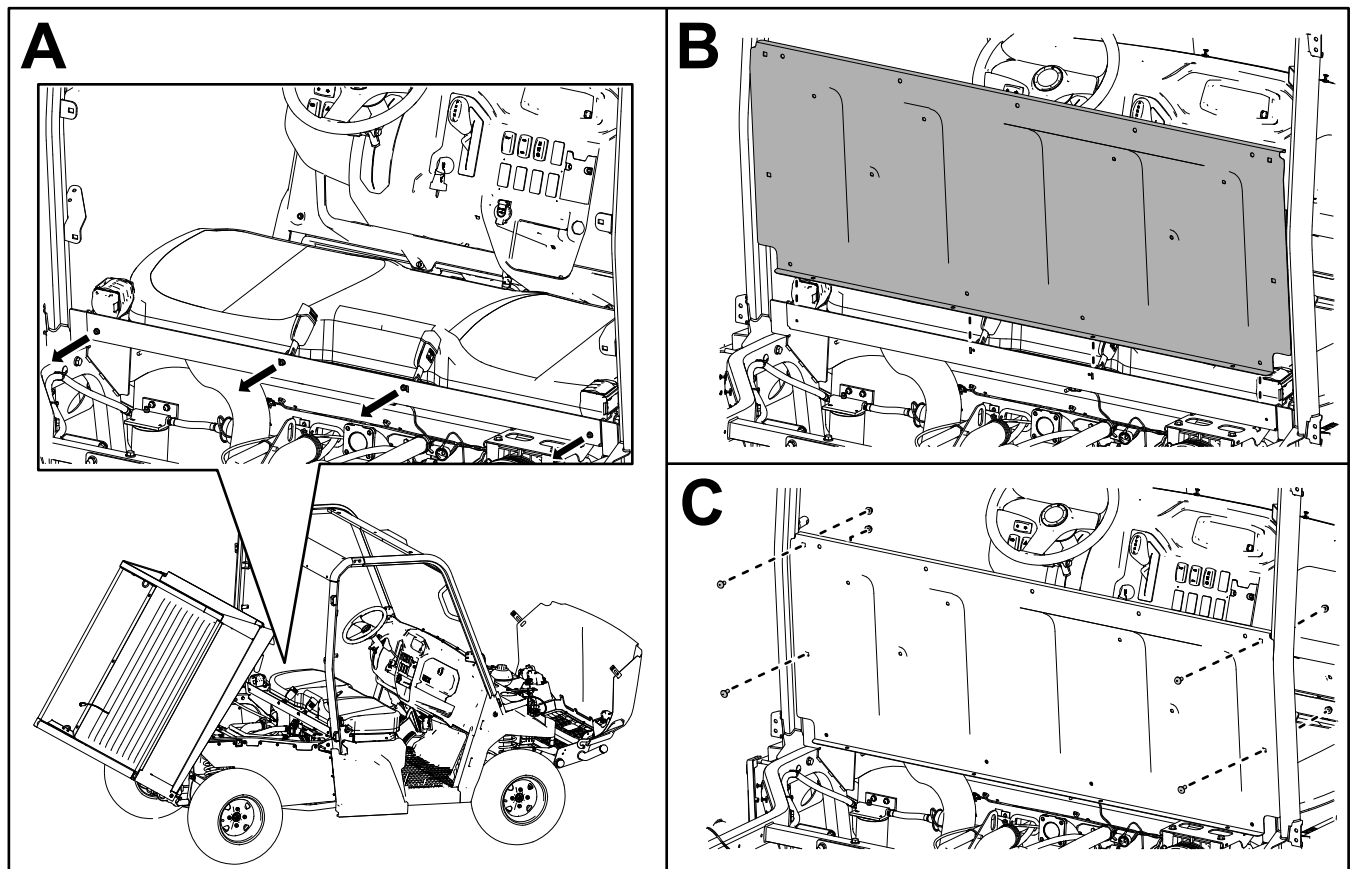

**Figure 17**
12. Fixez la barre transversale arrière aux barres arrière de l'arceau de sécurité à l'aide de 4 boulons de carrosserie (5/16" x 3/4") et 4 contre-écrous (5/16"), comme montré à la Figure 17.
Veillez à monter la barre transversale à la position indiquée à la Figure 17.